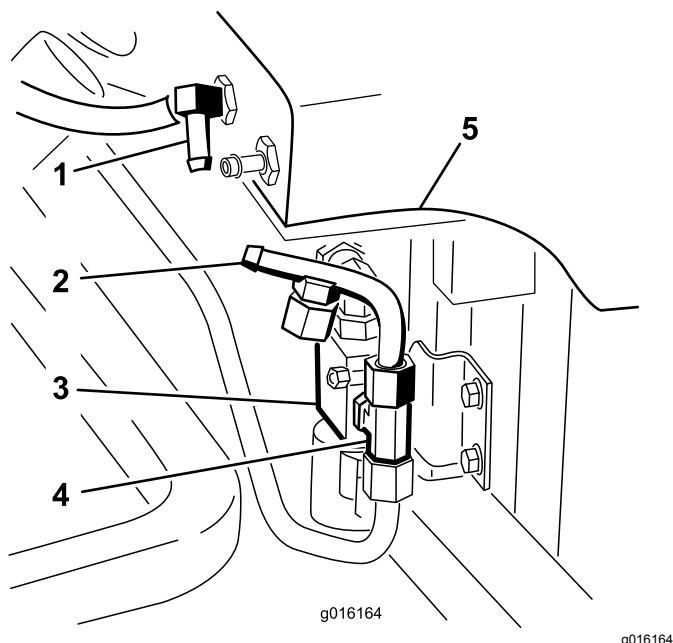

Figura 25
3. Conecte el tubo hidráulico N° 4 al acoplamiento en T montado en el lateral de la válvula (Figura 25).